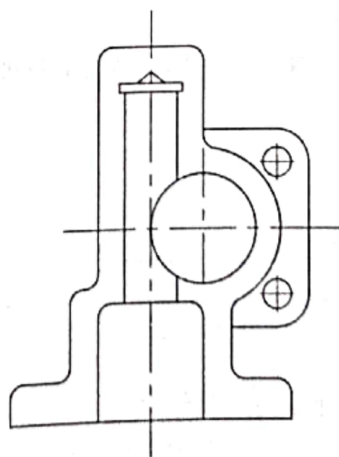

图 5-116 绘制轴线
▶Step18 执行“直线”命令，绘制圆心轴线，完成固定零件图的绘制，如图 5-116 所示。